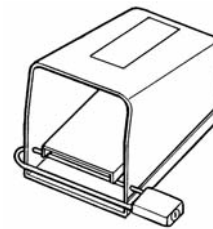

Figura 1 – Interruptor de Pie con pestillo
- Cuando no se use la máquina, póngale pestillo al interruptor de pie (Figura 1). Esto evita la puesta en marcha involuntaria de la máquina.